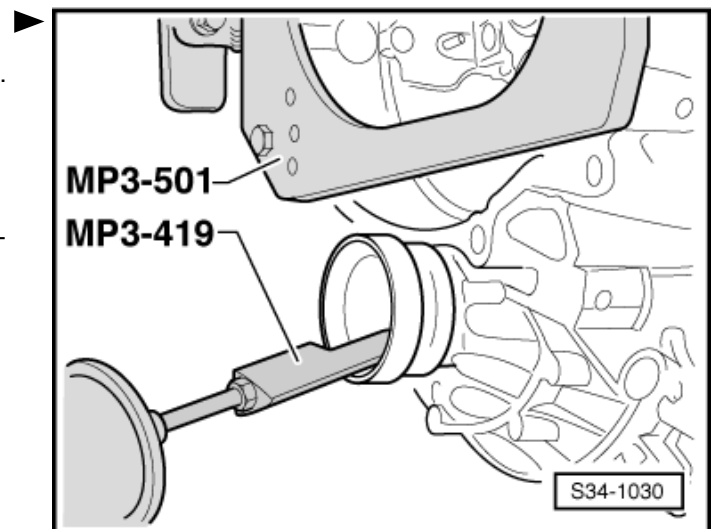

Abb. 8: Hülse und Dichtring einpressen
- ☐ einbauen ⇒ Abb. 8 in **34-5** Seite 6